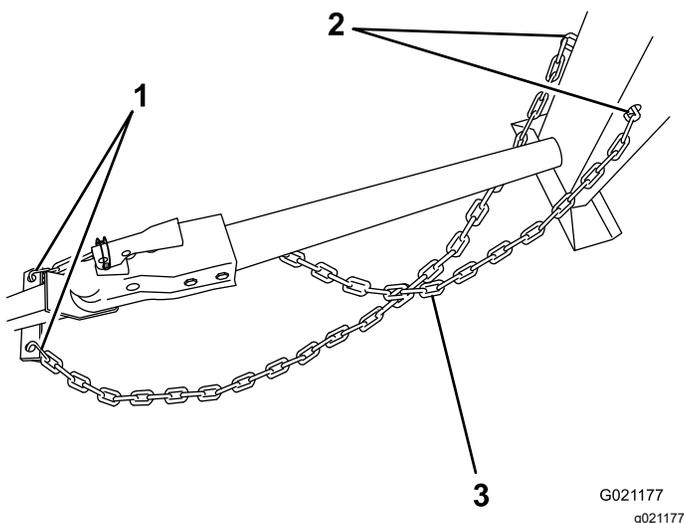

Figure 18
1. Tirez la chaîne de sécurité à travers les trous allongés du montant avant de la machine, en laissant juste assez de mou de chaque côté pour pouvoir prendre des virages quand vous remorquez la machine (Figure 18).